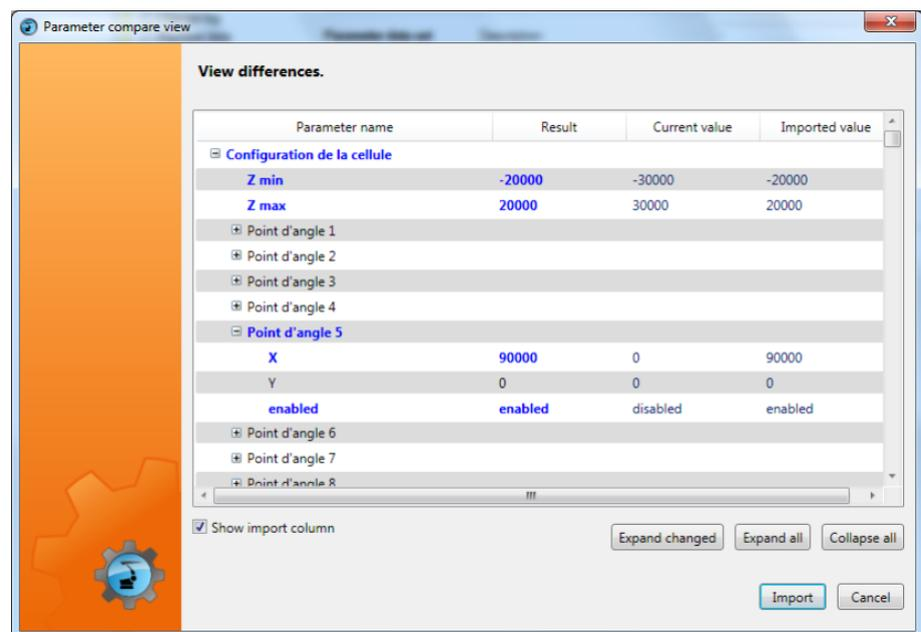

Fig. 7-2: Exemple : affichage des différences
7. S'il n'y a pas de défauts, les différences entre les valeurs existantes et les valeurs à importer sont affichées dans la fenêtre d'import. (>>> Fig. 7-2).